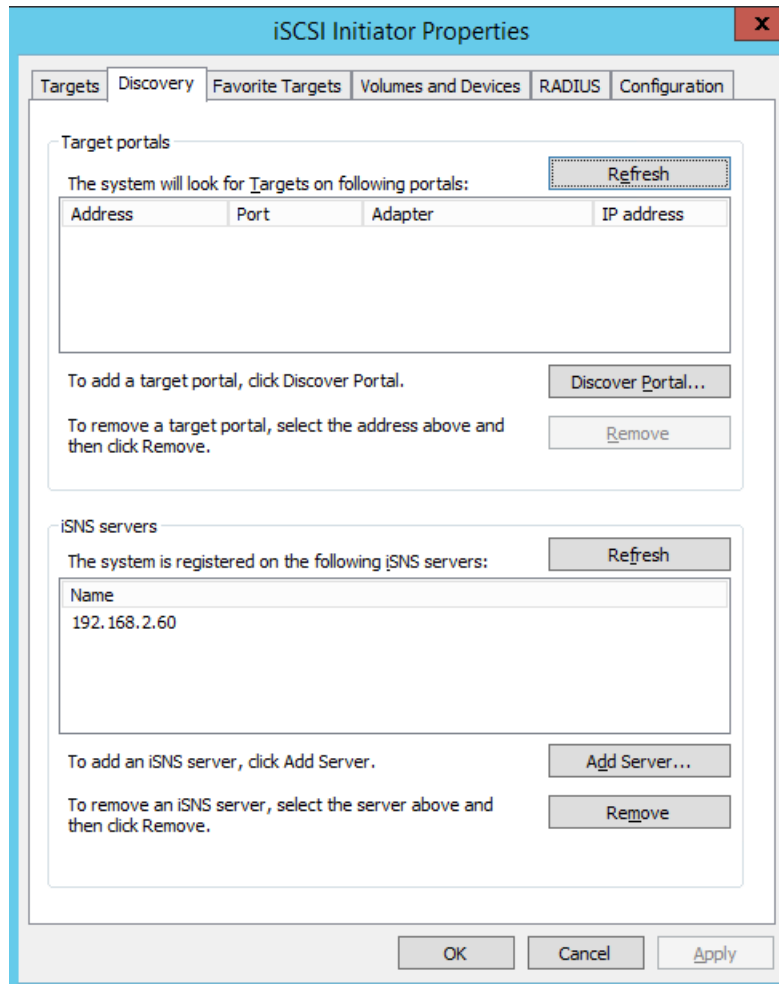

Ilustración 10-3. Iniciador iSCSI: Detección del portal de destino
4. En la página Discovery (Detección) (Ilustración 10-3), en **Target portals** (Portales de destino), haga clic en **Discover Portal** (Portal de detección).